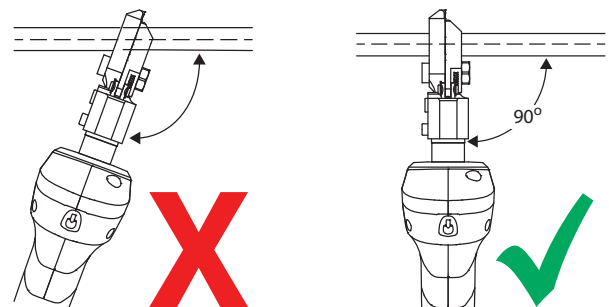

Figure 1
7. Maintenir l'outil stable et positionner l'outil à 90° au câble (Fig. 1). Ne pas tordre la pièce de travail ou l'outil pendant le fonctionnement de la coupe, cela pourrait entraîner une défaillance de la lame.